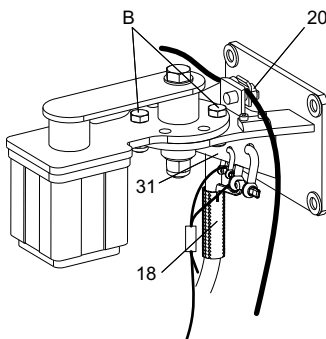

Рис. 23 Кронштейн верхнего крепления с подъёмным и страховочным тросами и кабельным разъёмом
22. Прикрепите кабельный разъём (поз. 18 на рис. 23) к кронштейну верхнего крепления с помощью скобы и протяните через него силовую кабель, насколько это необходимо. См. рис. 23. Силовой кабель должен быть слегка натянут.